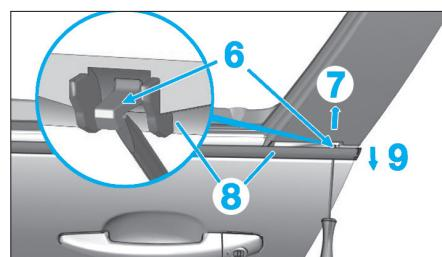

Fig. 110
- À l'aide d'un petit tournevis plat, dégrafer l'agrafe en (6) vers le haut (7) (Fig.110).
- Dégager l'extrémité du joint lécheur extérieur (8) flèche (9).